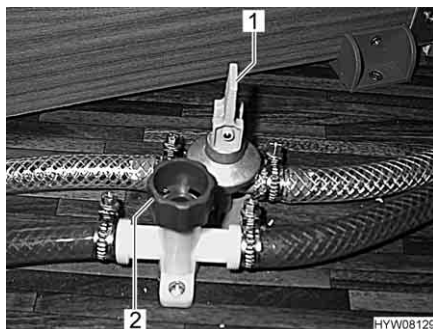

Fig. 151 Rubinetti di scarico (pacchetto autarchico)
- Chiudere i rubinetti di scarico. Ruotare i coperchi (Fig. 151,1) in senso orario e posizionare la leva a bilanciere (Fig. 151,2) in posizione orizzontale.